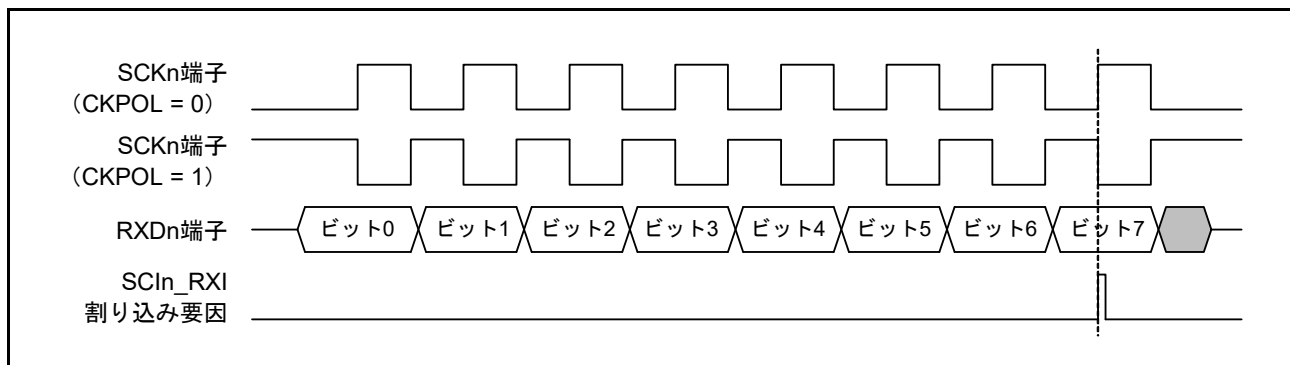

図 34.79 簡易 SPI モードにおける SCIn\_RXI 割り込みの発生タイミング (クロック遅れあり)
- クロック遅れありの設定 (SPMR.CKPHビット=1) では、図 34.79 に示すように、SCKn 端子の最終クロックエッジ手前のクロックエッジで受信データフル割り込み (SCIn\_RXI) が発生します。SCR.TEビットとSCR.REビットをSCKn 端子の最終クロックエッジより前に0にすると、SCKn 端子出力がハイインピーダンスとなり、送受信クロックの最後のクロックパルス幅が短くなります。また、SCIn\_RXI 割り込みの発生によって、SCKn 端子の最終クロックエッジより前に接続先スレーブのSSn 端子入力信号がHighになった場合、スレーブが誤動作する可能性があります。